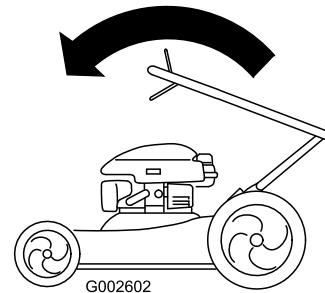

Figure 36
2. Pliegue hacia adelante la sección superior del manillar (ver Figure 36).